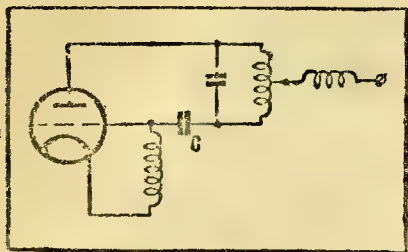

Рис. 2
Рис. 2. Экран индикатора. При отсутствии приема на темном фоне экрана вырисовывается зеленый крест (а). При точной настройке на какую-либо станцию — на зеленом фоне появляется тонкий темный крест (б)
Для наблюдателя индикатор представляется в виде небольшого круглого экрана с крестом (рис. 2). Когда приемник не настроен на какую-либо станцию, то на темном экране вырисовывается зеленый крест (фиг. а). При точной же настройке на станцию фон экрана становится зеленым, а крест темным.
1. В схему Эзау (рис. 2) для увеличения затухания контура внутрь катушки вводилась массивная латунная шайба. Подход к порогу генерации получался весьма плавным. Изменение волны наблюдалось в пределах 2%. При этом выяснилось, что тесный монтаж регенератора не только не вреден, но, наоборот, полезен, так как вносимое им затухание облегчает плавный подход к генерации.
2. Регулировка обратной связи в этой схеме (рис. 2) путем изменения емкости конденсатора С, блокирующего сетку, резко меняла волну и поэтому оказалась непригодной.